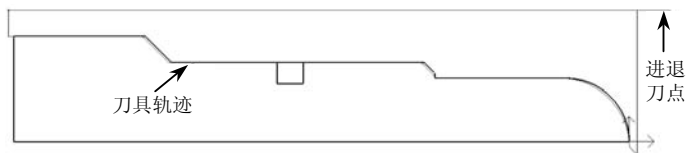

图 6-36 精车加工外圆轨迹
(3) 确定进退刀点 指定一点作为刀具加工前和加工后所在的位置，如图 6-36 所示。要保证选取的点在进退刀时不会与工件发生干涉。
(4) 生成刀具轨迹 当确定好进退刀点后，系统会自动生成绿色的刀具轨迹，如图 6-36 所示。